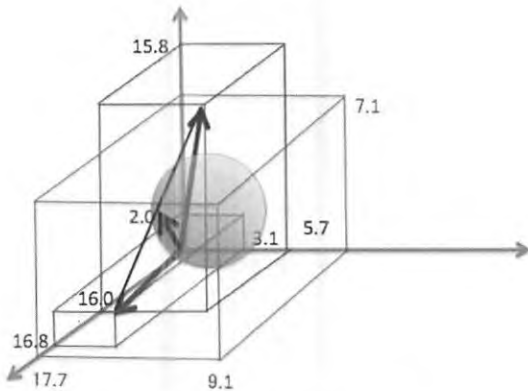

図5 PMMAの混合溶媒への溶解
③コレステロールはヘキサンにもエタノールにも溶けないが、ヘキサンと10%エタノールの混合溶媒には容易に溶解する。ついでながら、このことはアルコールが心臓疾患を減らすのに役立っていることの一つの理由かもしれない。つまり、血管からコレステロールを溶解し去り(“ヘキサンのような”膜の)、脂質を通じて細胞中へ入っていくことを助けているのかもしれない。
④ポリスチレン [18.6, 6, 4.5] はジエチルエーテル [14.5, 2.9, 4.6] ( $R_a=8.8$ ) やプロピレンカーボネート [20.0, 18.0, 4.1] ( $R_a=12.4$ ) には溶解しないが、50 : 50の混合溶媒 [17.3, 10.5, 4.3] ( $R_a=5.3$ ) には溶解する。
⑤ポリメチルメタクリレート PMMA [17.7, 9.1, 7.1] はブタノール [16.0, 5.7, 15.8] ( $R_a=9.9$ ) にも、ジエチルスルフィド [16.8, 3.1, 2.0] ( $R_a=8.1$ ) にも溶けないが、50 : 50の混合溶媒 [16.4, 4.4, 8.8] ( $R_a=5.6$ ) には溶解する(図5)。